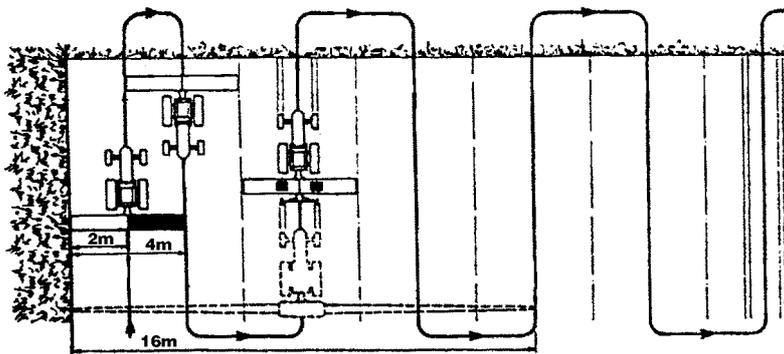

Fig. 29
b) Fermer la moitié de la largeur de travail du semoir (fig. 29).